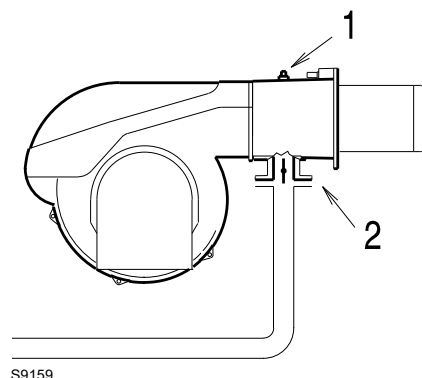

Рис. 33
Давление газа, измеренное на штуцере 1) (Рис. 33), при:
- дроссельной заслонкой при максимальном открытии (90°), как показано на Рис. 33;
Потеря нагрузки дроссельного газового клапана 2) (Рис. 33) при максимальном открытии: 90°.
- Отнимите от давления газа на штуцере 1) (Рис. 33) давление в камере сгорания.
Давление газа на штуцере 1) (Рис. 33) = 13,4 мбар
Чтобы узнать давление газа, необходимое на штуцере 1) (Рис. 33) в условиях максимальной мощности модуляции, при которой должна работать горелка, выполните следующее:
- Посмотрите справа в столбце 1 давление на штуцере 1) (Рис. 33).
необходимое давление на штуцере 1) (Рис. 33).